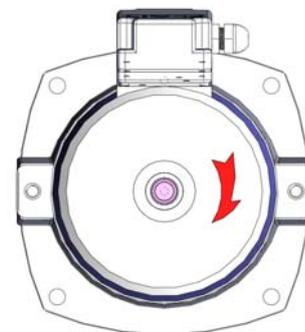

Bild 6
- 1) Prüfen Sie, ob Pumpe richtig dreht. Die Drehrichtung ist im Uhrzeigersinn, wie auch die Pfeilrichtung an der Lüfterradabdeckung markiert ist. (Fig. 6)